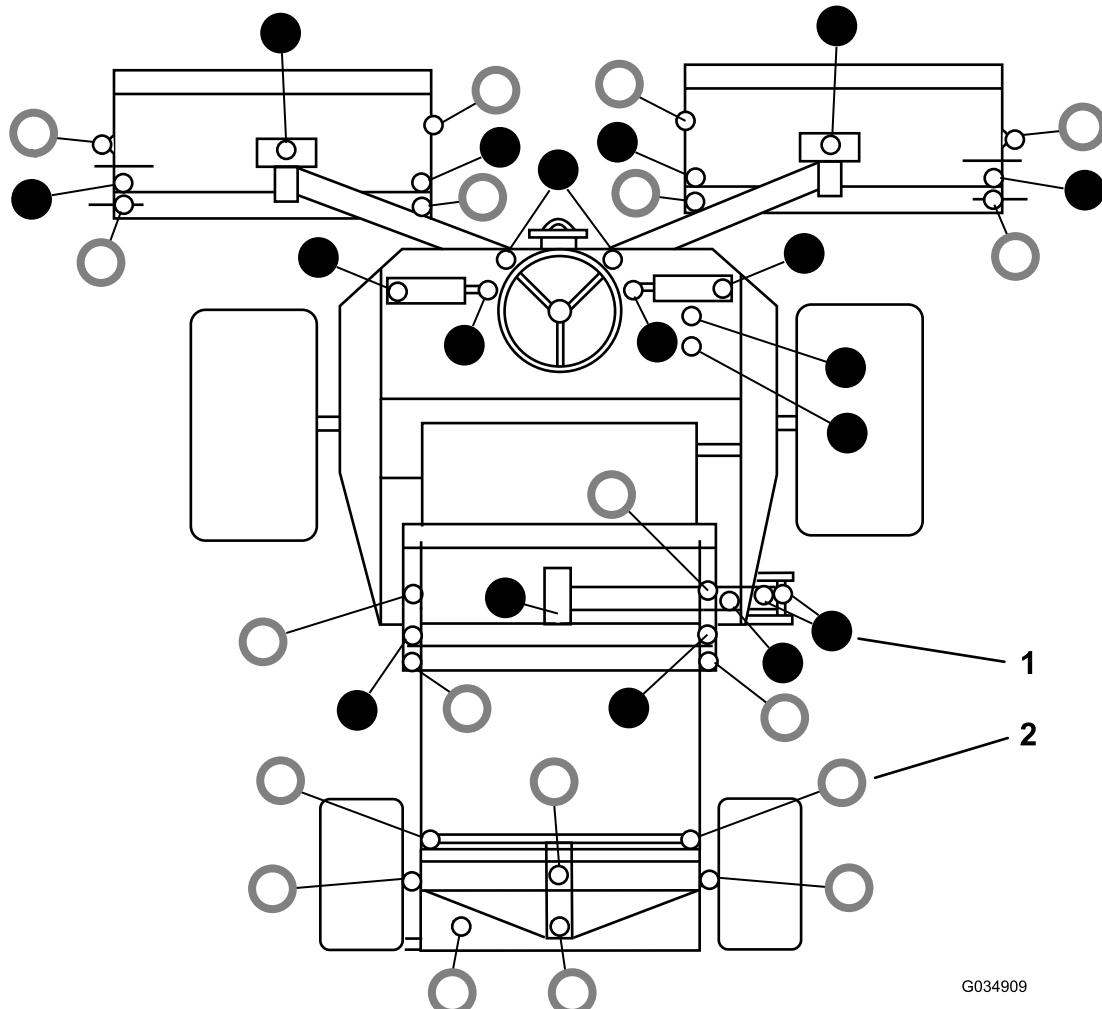

Bild 51
- Die Schmiernippelpositionen sind unter Bild 51 aufgeführt..